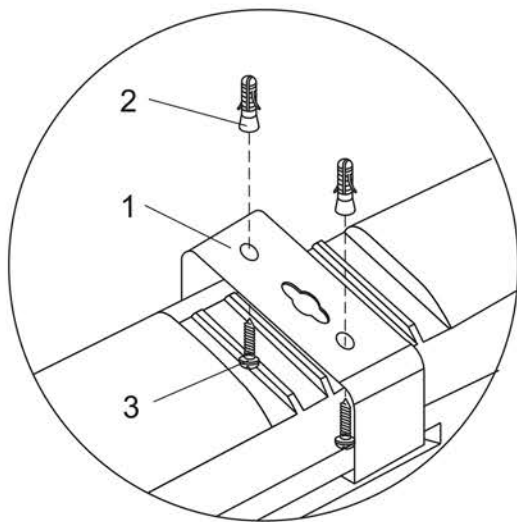

Рисунок 4
3.2.6 Монтаж светильника на рабочую поверхность производить при помощи монтажных скоб и крепежа, входящих в комплект поставки (рисунок 4):